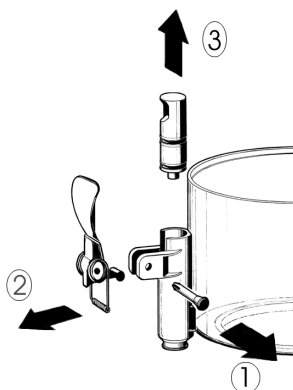

figura 1
- 3** Desmontar el grifo siguiendo la secuencia indicada (véase figura 1).
- 3 Volver a montar el grifo en el contenedor siguiendo el orden inverso de las operaciones de desmontaje (véase Figura 1).